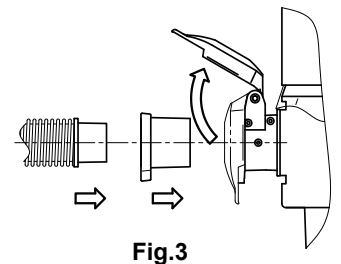

Fig.3
- 1) フラップバルブを開け、ホースカプラ (FM40-50P) およびホース・フロワノズル類を接続してください。(Fig.3)